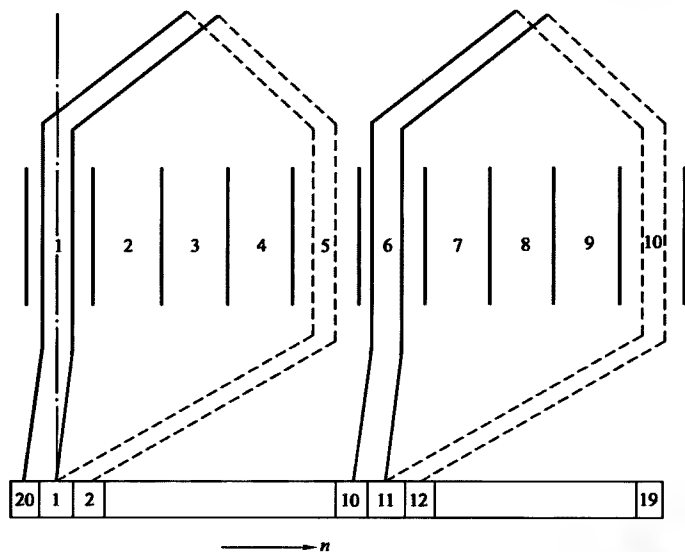

图5-7 U15/40-220型、U15/56-220D型转子绕组展开图
1. U15/40-220型、U15/56-220D型转子绕组展开图（见图5-7）